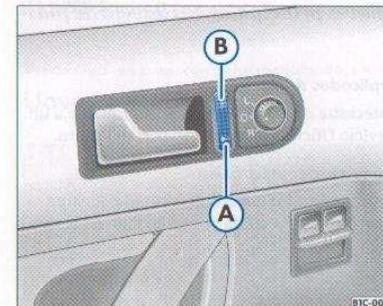
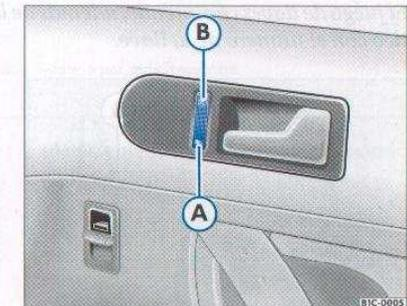

Fig. 5 Detalle de la puerta del conductor: pulsador del cierre centralizado
Fig. 6 Detalle de la puerta del acompañante: pulsador del cierre centralizado
- Pulse por la zona ⇒ fig. 5 o ⇒ fig. 6 (A) ⇒ ⚠.
- Pulse por la zona (B). Las dos puertas quedarán desbloqueadas.
Hay un pulsador en la puerta del conductor ⇒ fig. 5, y otro en la puerta del acompañante ⇒ fig. 6.